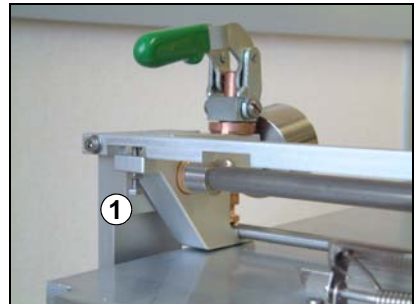

Bild 13.
Vergewissern Sie sich, dass die Spiralstabrakel die Oberfläche der Gummimatte berührt. Drehen Sie zum Einstellen der Spiralstabrakelhöhe die beiden Schrauben (1) hinten am Schlitten (Bild 13).